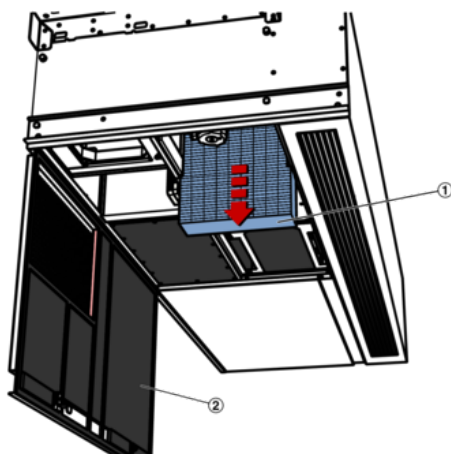

Abb. 67: Feinstaubfilter
2. ▶ Den Revisionsdeckel (Abb. 67/2) des Lüftungsgerätes öffnen → Kapitel 9.2 „Revisionsdeckel öffnen/schließen“ auf Seite 48.
3. ▶ Filter (Abb. 67/1) aus dem Filtereinschub herausziehen.